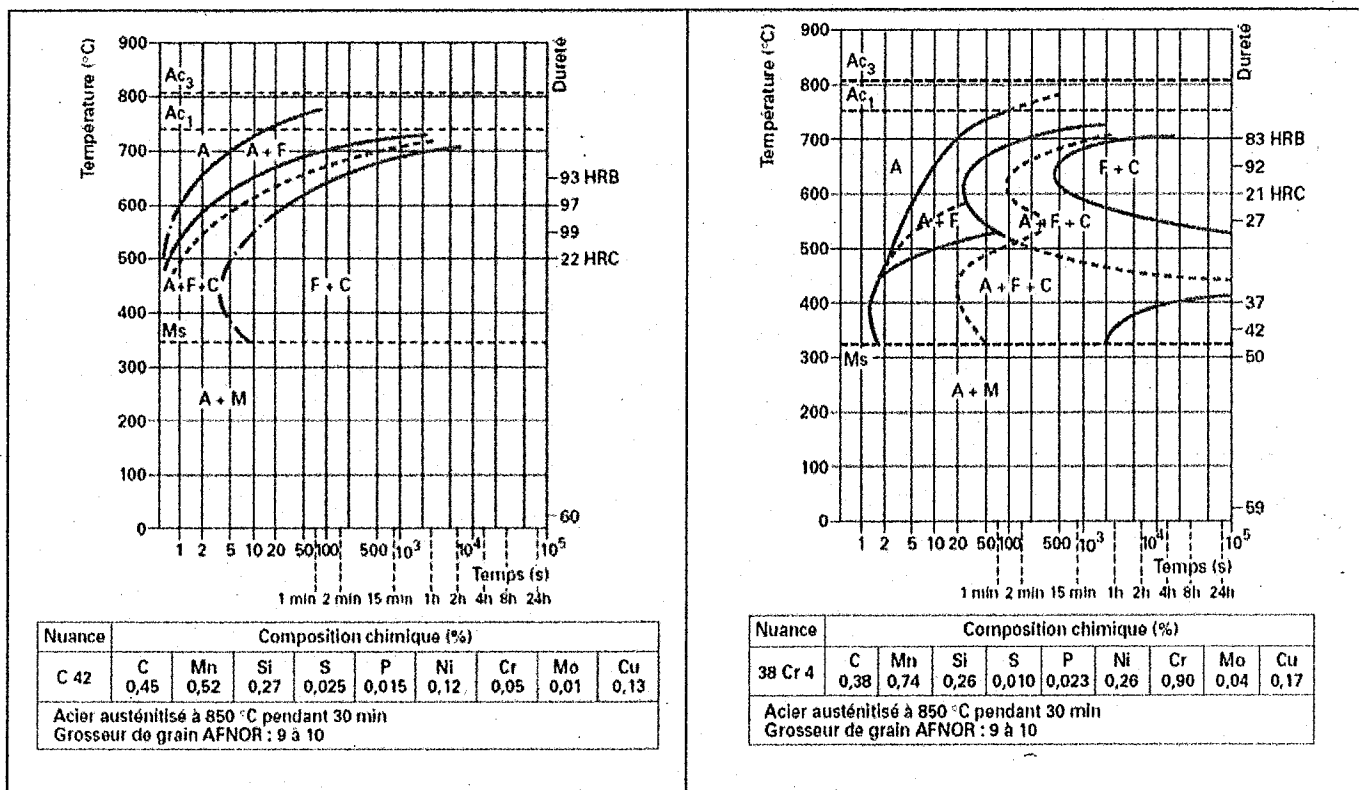

Figure 1 : TTT des aciers C42 et 38Cr4
- Identifier les différents domaines dans les deux TTT représentés sur la Figure 1.